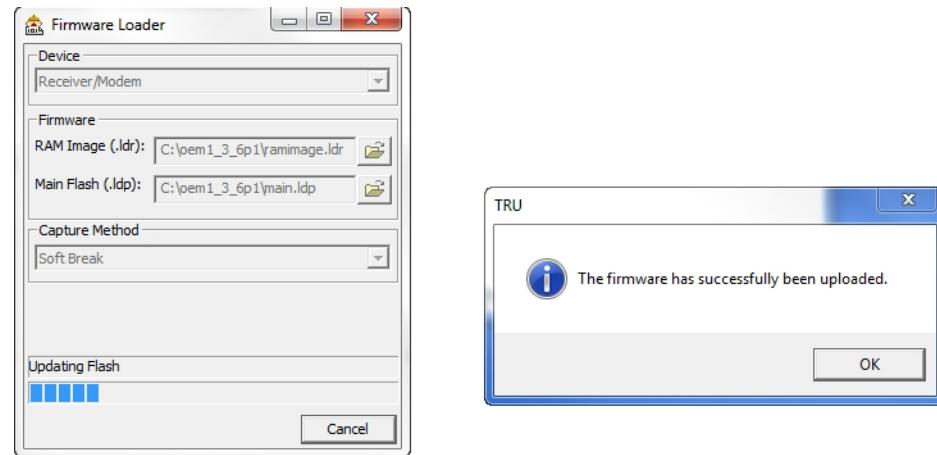

Рис. 9: Завершение загрузки встроенного программного обеспечения
8. Нажмите **OK**, чтобы продолжить загрузку нового встроенного программного обеспечения на приемник (см. Рис. 9).